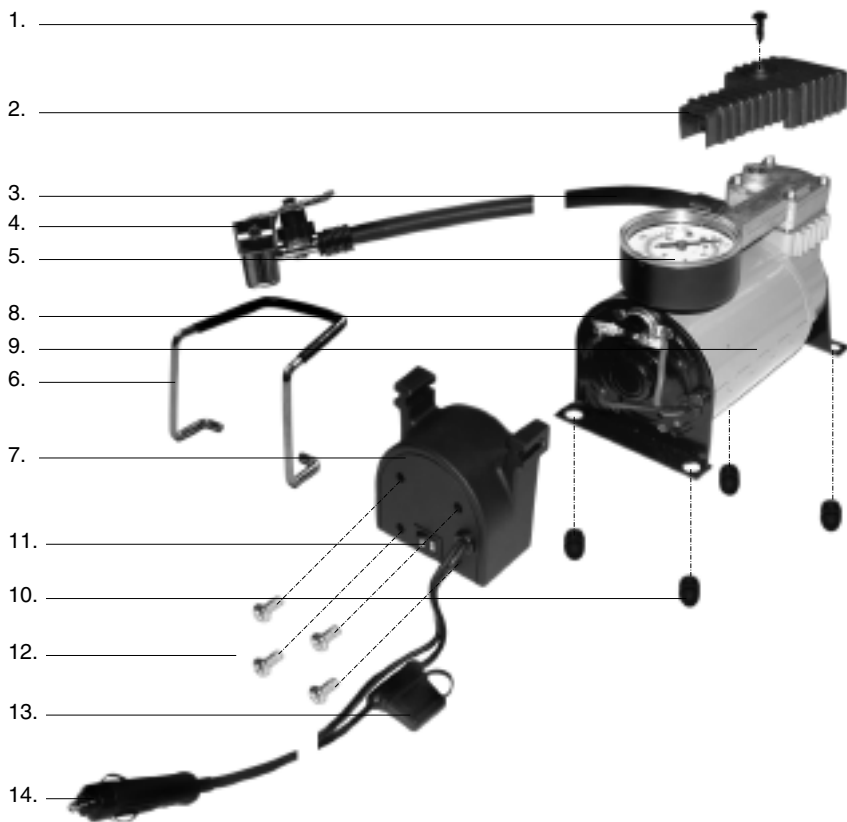

Рис.1
1. Установите накидной зажимной патрон (рис.1) к золотнику шины;
- Быстросъёмный накидной патрон, установленный на шланге компрессора (рис.1), снабжен универсальным клапаном (deflator), позволяющим добиваться абсолютно точных значений давления в шине, путем непрерывного и прерывистого выпуска воздуха из шины.